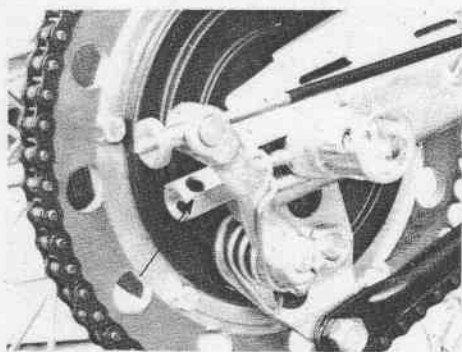

Fig. 25 - Tendi catena
- Svitare i dadi perno ruota e allentare i due tendi catena (Fig. 25).